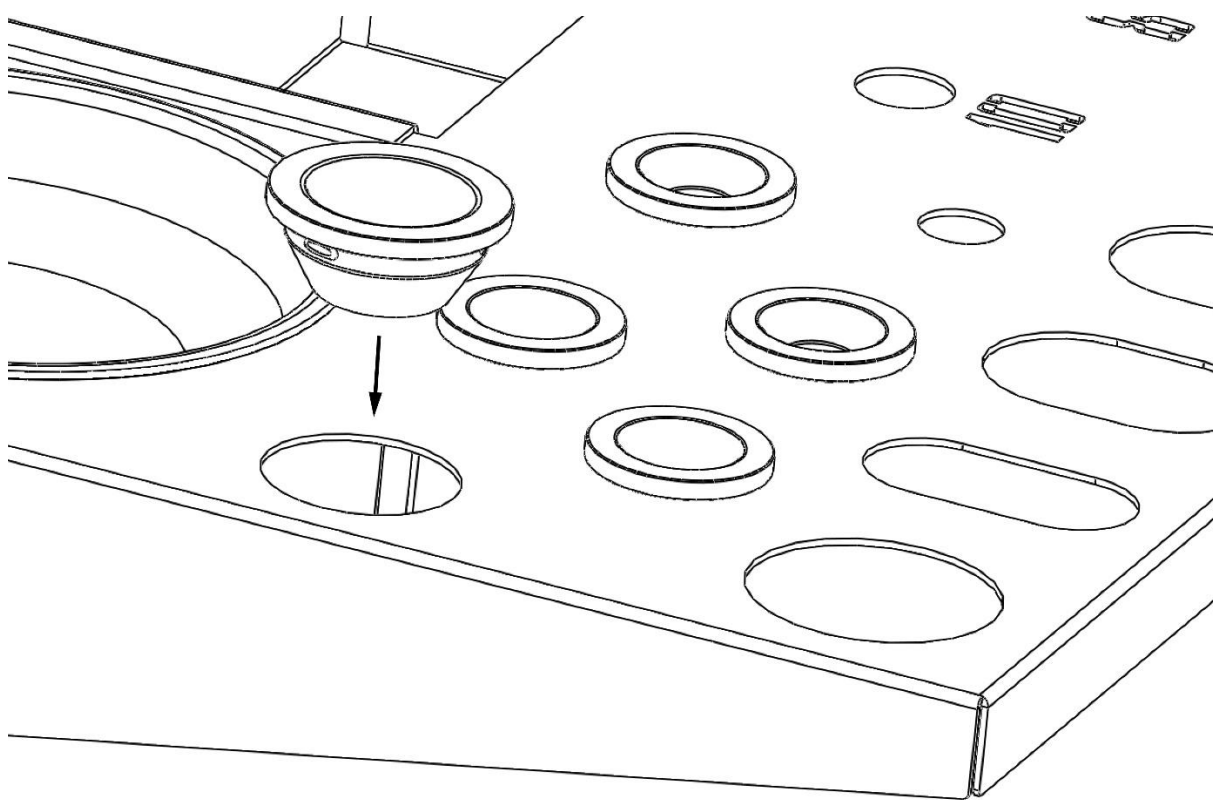

Figura 11: Portacacciavite opzionali in plastica
6. Rimetti la copertura di plastica sul braccio aggiuntivo (Figura 11). Usa un mazzo di gomma o uno strumento morbido simile.
- ◆ I portacacciavite inclusi possono essere utilizzati per evitare che i cacciaviti si inclinino nel vassoio degli attrezzi. Si installano inserendoli nei ritagli dall'alto e spingendoli dentro (Figura 11)